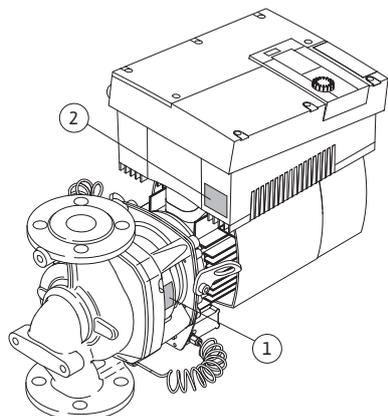

Fig. 11: Collocazione delle targhette dati:
- La targhetta dati pompa (Fig. 11, pos. 1) contiene il numero di serie (Ser.-No.../...), che è necessario ad es. per l'ordinazione delle parti di ricambio.
- La targhetta dati modulo elettronico (modulo elettronico = inverter o convertitore di frequenza) (Fig. 11, pos. 2) indica la denominazione del modulo elettronico utilizzato.